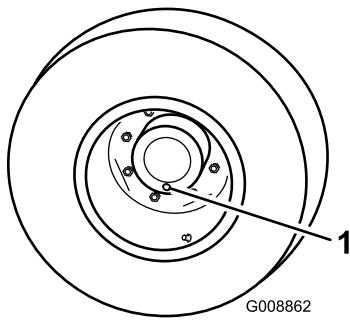

Bild 91
1. Stellen Sie die Maschine auf einer ebenen Fläche ab und positionieren Sie das Rad so, dass sich eine der Prüfschrauben in der untersten Stellung (6 Uhr) befindet (Bild 91).